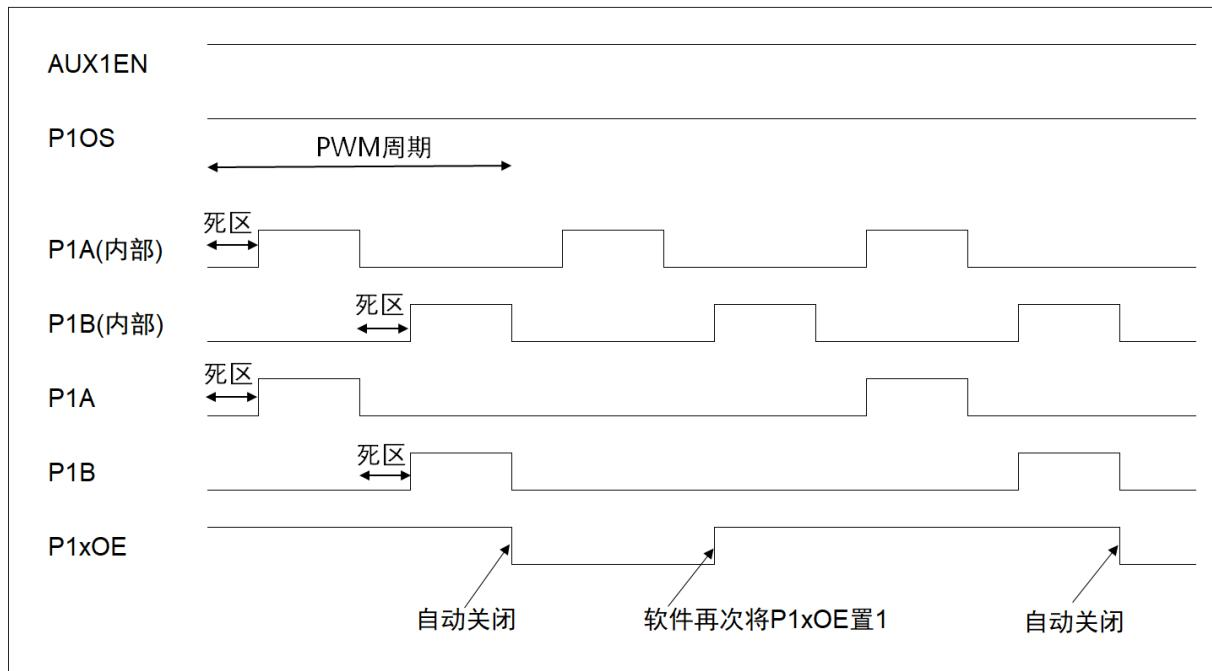

图 10-17 PWM 单脉冲输出 (辅助功能)
- 单脉冲模式下, 输出一次脉冲波形后, P1xOE 自动清零, 但 PWM 计数器保持运行, 如果软件再次将 P1xOE (x=A~F) 置 1, 则在下一个 PWM 周期, PWM 引脚 P1x (x=A~F) 将再次输出一次脉冲波形, 如图 10-17。